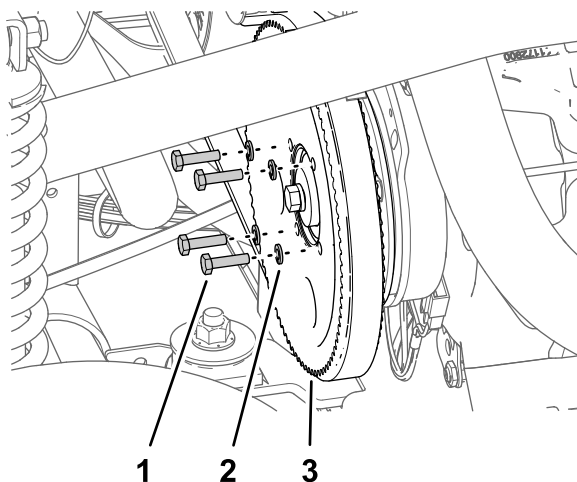

Рисунок 179
3. Удалите 4 болта (1/4 x 1 дюйм) и 4 стопорные шайбы (1/4 дюйма), которые крепят шкив к насосу опрыскивателя (Рисунок 179).